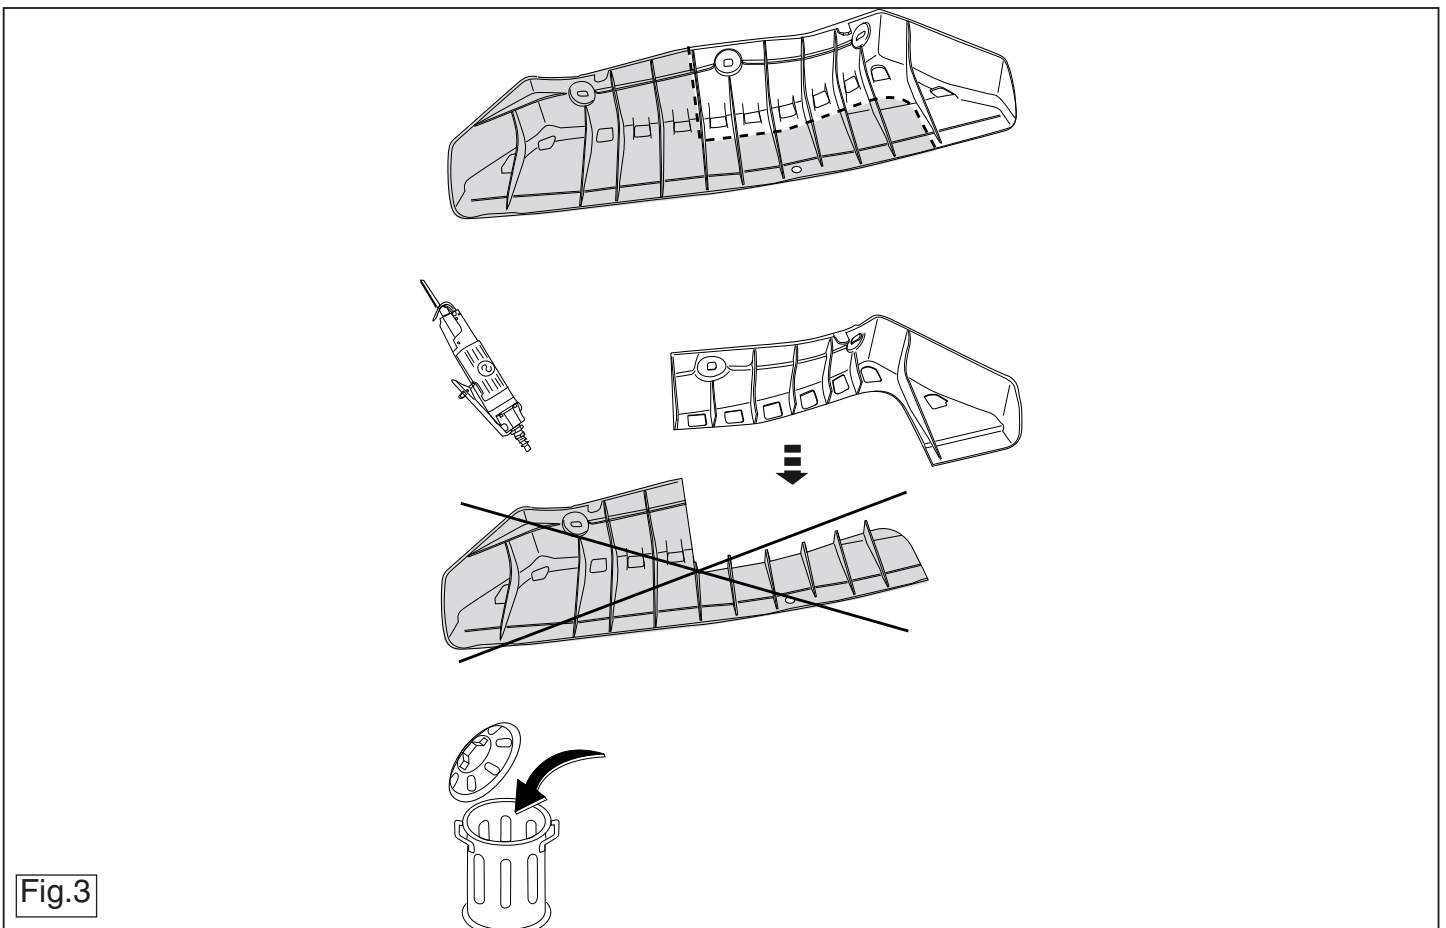

Fig.3
13. Gemäß Abb. 3 einen Teil aus der Abdeckplatte heraussägen.
13. Scier une partie de la plaque de protection conformément à la figure 3.